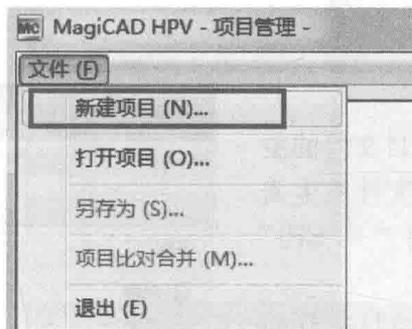

图 1-3
2) 在“MagiCAD HPV 项目管理”编辑器中单击“文件”菜单，在下拉菜单中单击“新建项目”选项，打开“MagiCAD HPV-新建项目”对话框，如图 1-3、图 1-4 所示。